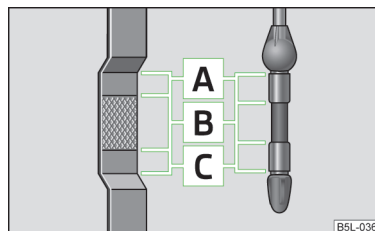

Fig. 131
- Dacă nivelul de ulei este situat deasupra zonei **A** » fig. 131 la pagina 147, nu continuați deplasarea! Opriti motorul și apelați la asistență din partea unei unități specializate.
Joja indică nivelul uleiului » fig. 131.
Nivelul uleiului nu trebuie să fie în nici un caz, deasupra zonei **A** » fig. 131 - Pericol de deteriorare a instalației de evacuare a gazelor arse!